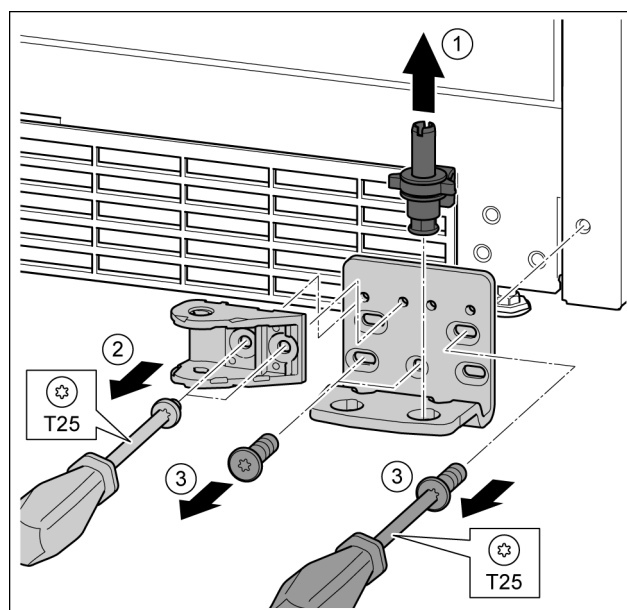

Fig. 35
- ▶ Lagerbouten compleet vanaf de bovenkant eruit trekken. Fig. 35 (1)
- ▶ Schroeven met schroevendraaier T25 eruit draaien en de sluitdemperverbinding eraf halen. Fig. 35 (2)
- ▶ Schroeven met schroevendraaier T25 eruit draaien en lagerbus eraf halen. Fig. 35 (3)